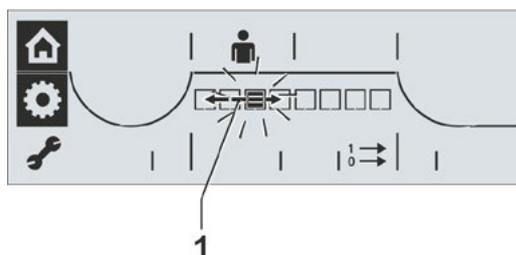

Fig. 2: Selezione del set di messaggi
2. Premere il Drive Controller. Il segmento nero che indica il set di messaggi impostato lampeggia (fig. 2).
3. Ruotare il Drive Controller e selezionare il set di messaggi desiderato (fig. 2, pos. 1). Il segmento nella scala mostra il set di messaggi selezionato; la prima posizione a sinistra sta per il set di messaggi 1.